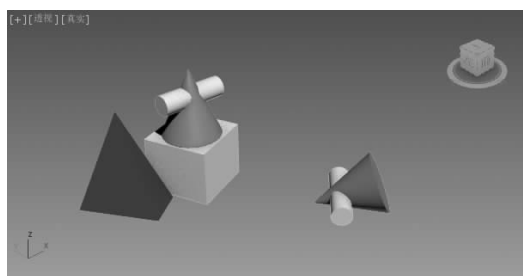

图 3.22 创建四棱锥
(8) 单击“几何体”按钮,在“对象类型”卷展栏下单击“四棱锥”按钮,创建的四棱锥如图 3.22 所示。